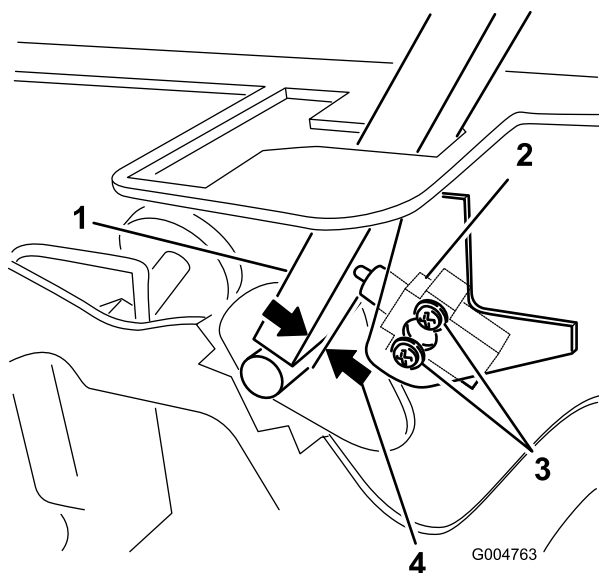

Figura 54
3. Allentate le due viti che fissano il microinterruttore di sicurezza (Figura 54).
4. Tenete la leva di controllo contro il telaio, spostate il microinterruttore verso la leva finché la distanza tra la leva ed il corpo del microinterruttore non è compresa tra 0,4 e 1 mm (Figura 54).